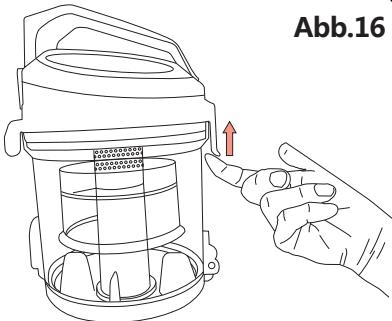

Abb.16
(3) Wie in Abb. 16 gezeigt, drücken Sie die Entriegelungstaste des Staubbehälters, um ihn zu öffnen.